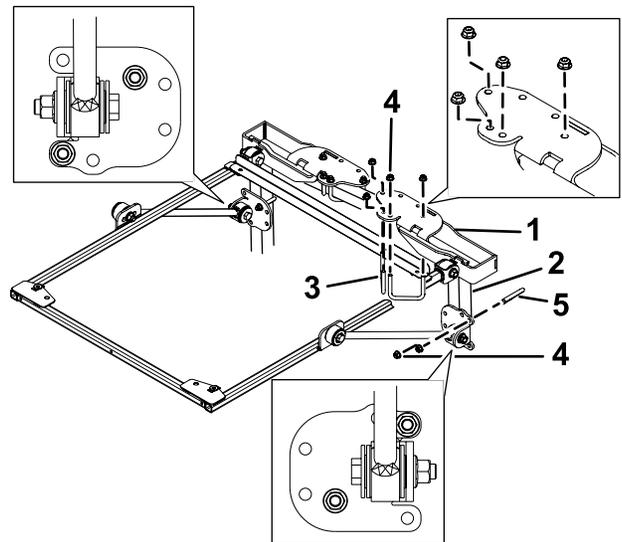

Bild 32
4. Befestigen Sie die Befestigungshalterungen des Überrollschutzes an der Oberseite des Überrollbügels der Zugmaschine (**Bild 32**). Stellen Sie sicher, dass der Überrollbügel in den
5. Befestigen Sie jede Befestigungshalterung des Überrollschutzes mit zwei U-Bügeln (2 3/4") und vier Bundmuttern in den in **Bild 32** abgebildeten Befestigungslöchern an der Oberseite des Überrollbügels.
6. Befestigen Sie jede Strebenhalterung lose mit einem U-Bügel (4") und zwei Bundmuttern in den in **Bild 32** abgebildeten Befestigungslöchern an den Streben des Überrollbügels.